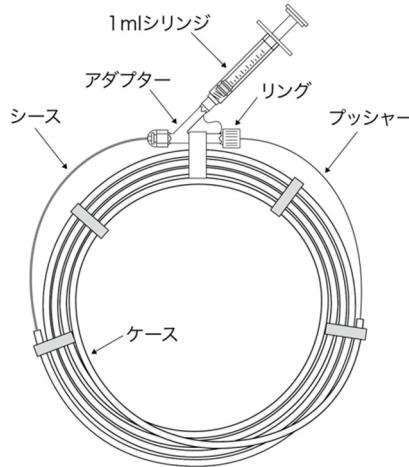

図 6. PVA ロッドの膨潤方法概略図
⑥ 血管造影図を参考に病変部に適したサイズのコイルを選択する。
⑦ 液漏れしないようにアダプターのリングを締めて、図 6 の通り、アダプターからシース内にヘパリン加生理食塩液を1ml程度注入して、PVA ロッドを膨潤させる。